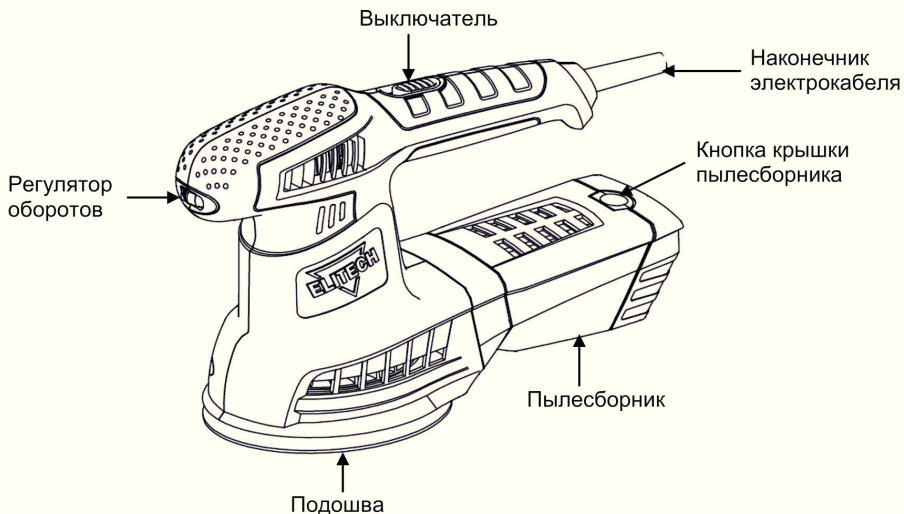

Рис. 1
При невозможности использования пылесоса при работе с шлифмашиной применяйте пылесборник (рис.1).
Скорость шлифования может плавно меняться от 6000 до 13000 об/мин. поворотом колеса регулятора оборотов (рис. 1) от положения 1 до положения «MAX». В положении «MAX» скорость максимальна, в положении 1 – минимальна.
- Отрегулируйте скорость вращения подошвы регулятором оборотов (рис. 1).